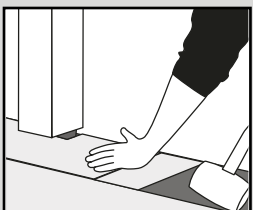

Fig. 6
7. Bajo los marcos de las puertas: si no puede levantar el tablón/baldosa, utilice un taco protector adaptado (un recorte de material) y la maza para golpear cuidadosamente hasta que encajen los tablonces/baldosas y queden planos en el suelo (fig. 6).